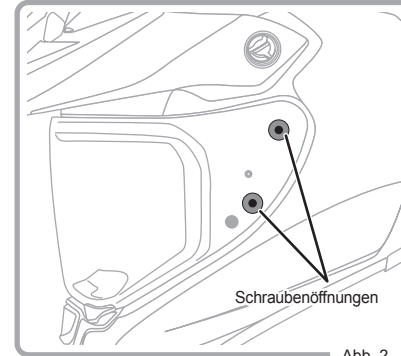

Abb. 2
2. Löcher der Visierbefestigung auf die Löcher im Helm ausrichten. (Abb. 2)